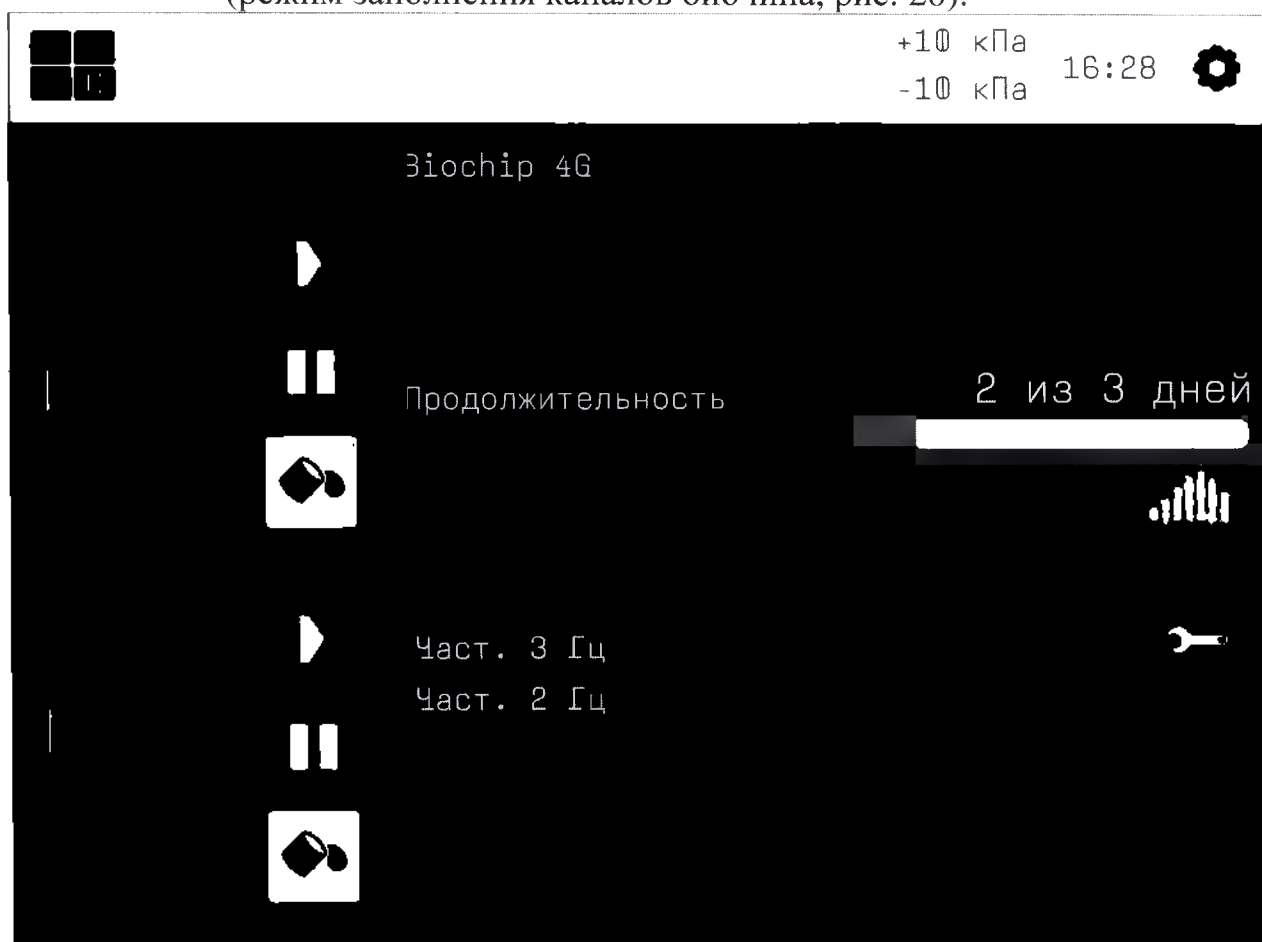

Рисунок 20 - Режим заполнения каналов биочипа.
- 5) Открыть все микроклапаны биочипа с помощью меню БУ (режим заполнения каналов биочипа, рис. 20).